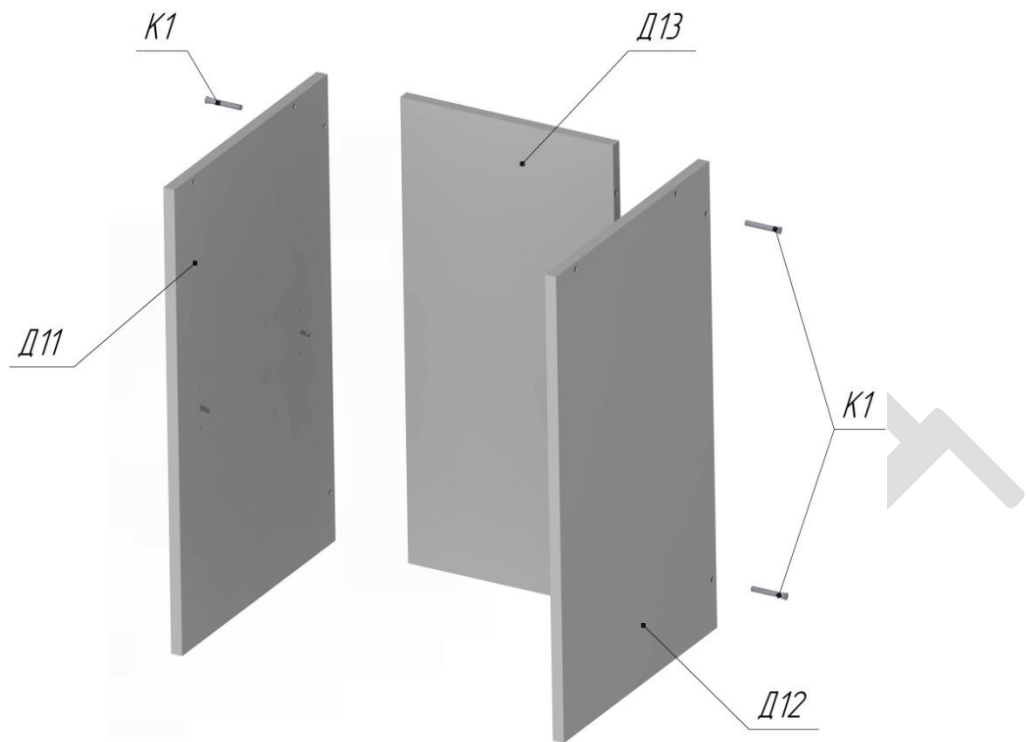

Рисунок 7
10. Соединить правую стенку Д12 и левую стенку Д11 с задней стенкой тумбы Д13 с помощью конфирматов К1 (4шт.). См.Рис.7. КОНФИРМАТЫ НЕ ЗАТЯГИВАТЬ!